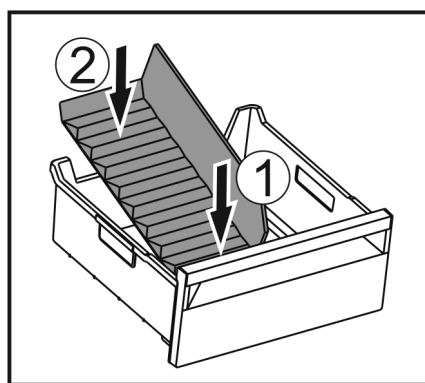

Fig. 118
- ▶ 装入冰格分隔器前部。 Fig. 118 (1)
- ▶ 将冰格分隔器后部放低至抽屉底板。 Fig. 118 (2)